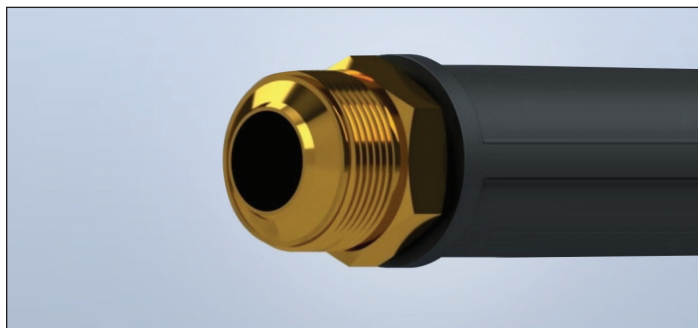

Figure 1-6
6. Appliquez de la pâte d'étanchéité ou de l'enduit à tuyau sur le filetage NPT du corps du raccord, s'il y a lieu. Serrez le filetage NPT du corps du raccord du TracPipe System dans le tuyau correspondant. N'utilisez des produits d'étanchéité que sur la connexion NPT (figure 1-6)!